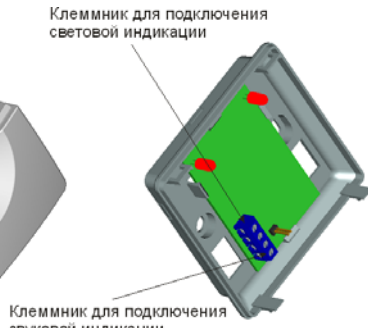

Рисунок 6
- подсоединить монтажные провода, идущие от управляющего устройства к клеммнику винтовому (см. рисунок 6), выбрав схему подключения (см. рисунки 7 и 8);